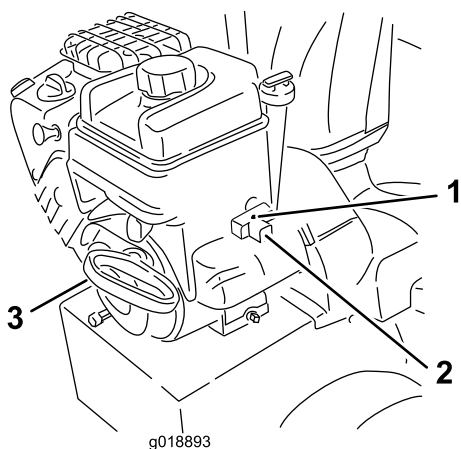

Рисунок 25
7. Запустите машину, потянув за шнур механического стартера или нажав на кнопку электрического стартера (Рисунок 25).